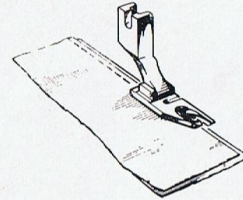

Abb. 44
- Beide Stoffe werden mit ihren rechten Seiten aufeinandergelegt. Dabei muss die Kante des unteren um etwa 3 mm über die des oberen hinausragen (Abb. 44).